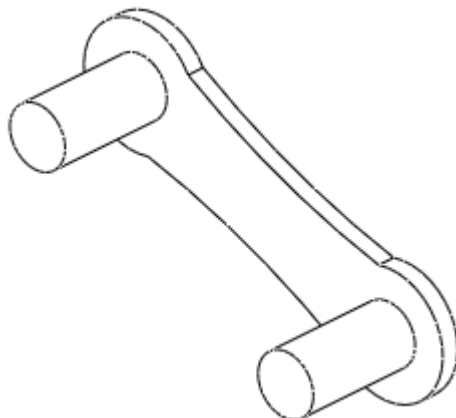

图 55-10
- (5) 单击  按钮，完成拉伸特征建立，如图 55-10 所示。